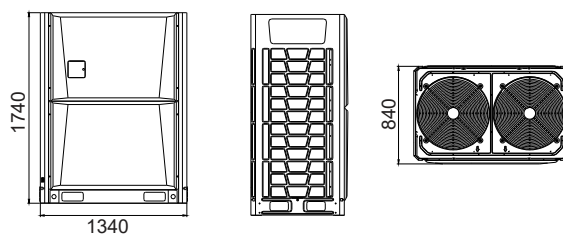

Fig.3.3 Forma3(18HP~20HP)
- 1- La máquina debe estar instalada en una base sólida de cemento u hormigón, según la Fig. 3.3 o las medidas de la instalación.